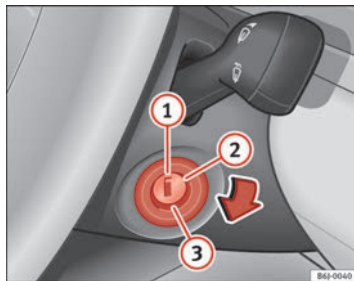

Fig. 99 Posiciones de la llave de contacto
En esta posición ⇒ fig. 99 el encendido y el motor están desconectados pudiéndose bloquear la dirección.
- Gire la llave de contacto hasta la posición ⇒ fig. 99 (2). El testigo  se encenderá en caso de precalentamiento del motor.
- En cuanto se apague el testigo, gire la llave de encendido a la posición (3) para poner en marcha el motor y no pise el acelerador.
- Gire la llave de contacto a la posición ⇒ fig. 99 ①.